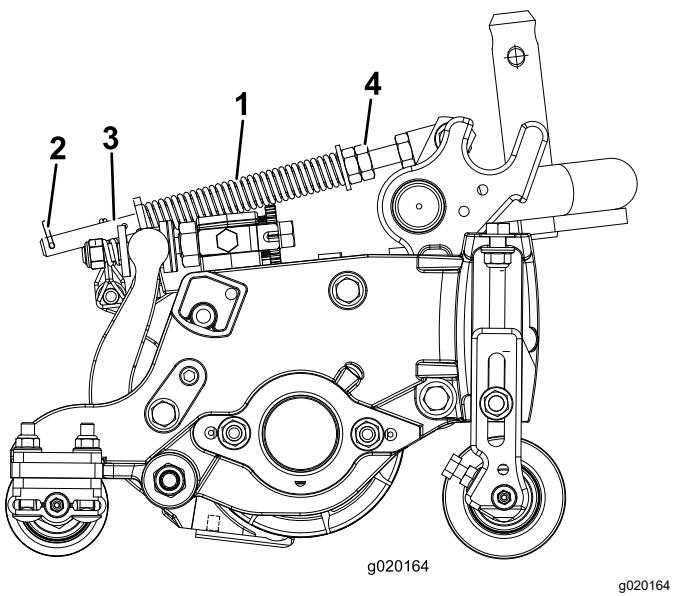

## Bild 13
3. Montieren Sie den Motor; drehen Sie ihn nach rechts, damit die Motorflansche nicht die Sicherungsmuttern berühren (**Bild 13**).